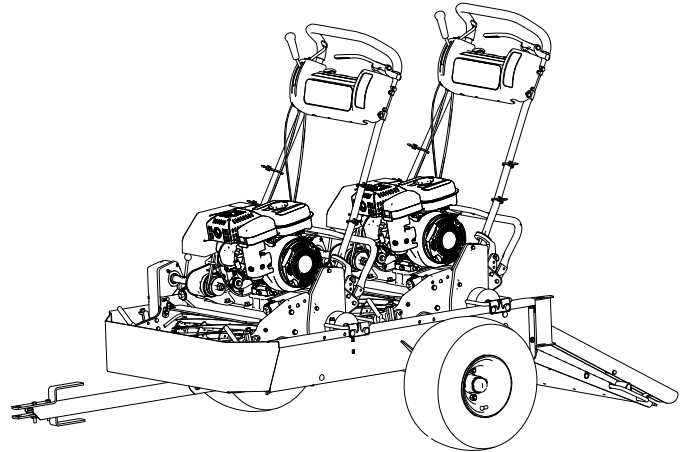

Рисунок 8
2. Опустите погрузочные рампы, закатите машины на рельсы и зафиксируйте колеса упорами колес (Рисунок 8).